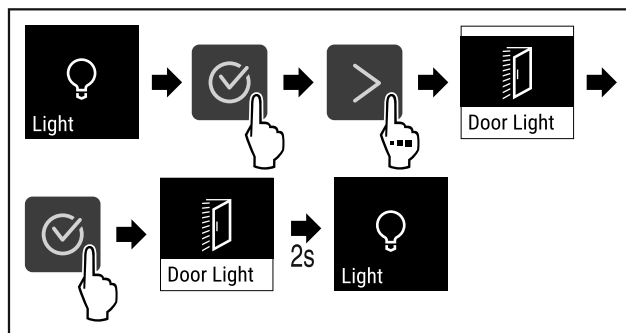

Fig. 87
- Proveďte akční kroky (viz Fig. 87) .
- ▶ Proved'te akční kroky (viz Fig. 87) .